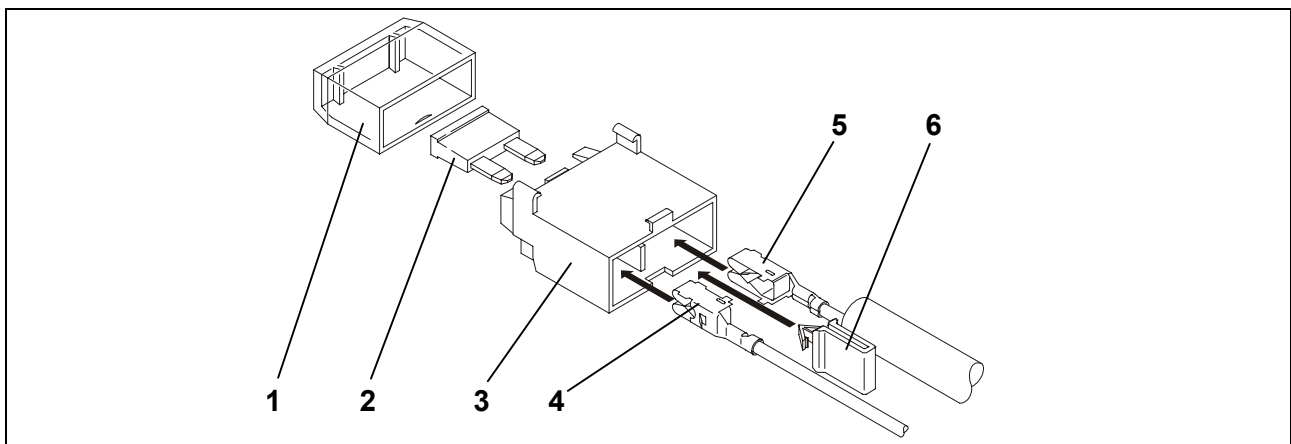

Fig. 2 : Montage du porte-fusible
15. Relier le fil rouge et rouge/noir (Fig. 2/4-5) de la prise 18 pôles au porte-fusible (Fig. 2/3).
16. Insérer le contact femelle de la fiche plate de ce fil rouge unique et du fil rouge joint dans le porte-fusible (Fig. 2/3) et mettre en place le clip jaune (Fig. 2/6).
17. Visser le fil unique rouge sur le pôle + de la batterie ou mener sur le coffret de fusibles du véhicule. Installer le fusible (Fig. 2/2) et remettre le revêtement (Fig. 2/1) en place.